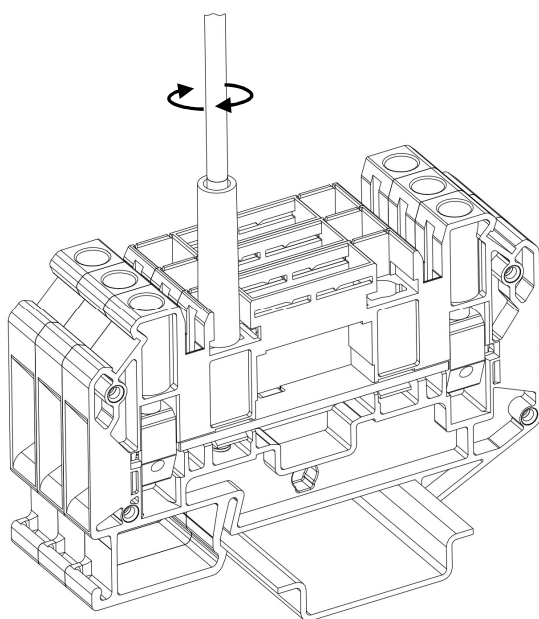
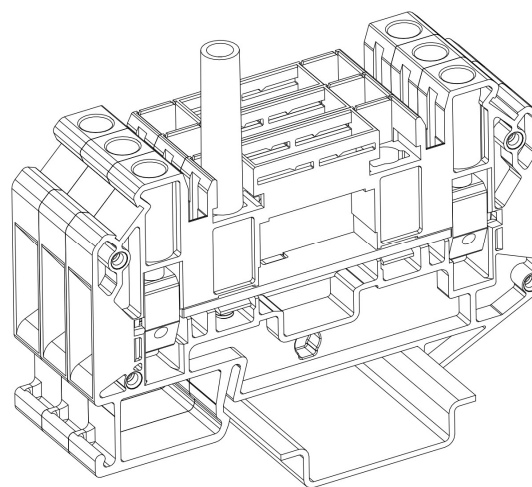

Рисунок 65 - фиксация тестового гнезда
Рисунок 66 - зафиксированное тестовое гнездо
- Вставьте плоскую отвертку в шлиц винта тестового гнезда и, закручивая винт отверткой по часовой стрелке, затяните винт тестового гнезда до момента фиксации (рис. 65; рис. 66).